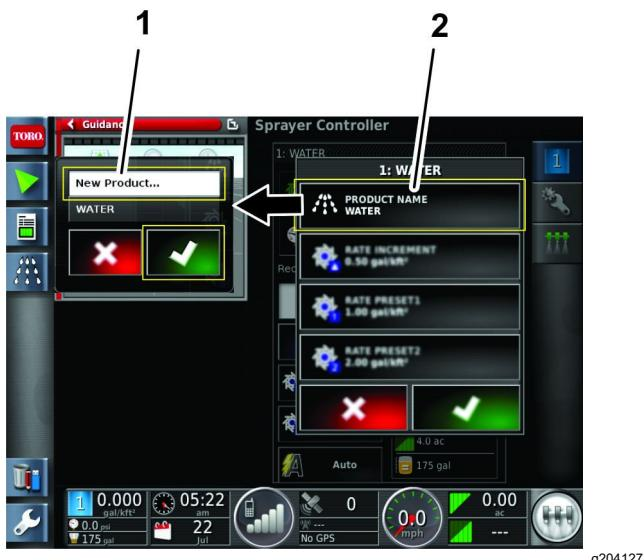

Figura 27
5. Nella finestra di configurazione del prodotto, premete l'icona ELENCO SELEZIONE PRODOTTO (Figura 27).
6. Premete l'Icona NUOVO PRODOTTO..., quindi l'Icona di conferma (Figura 27).